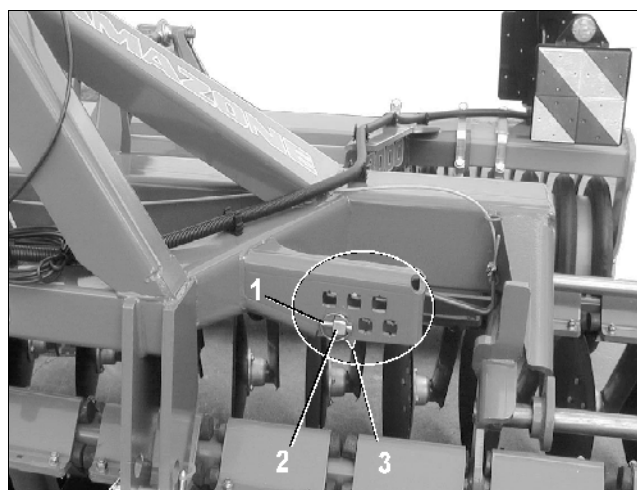
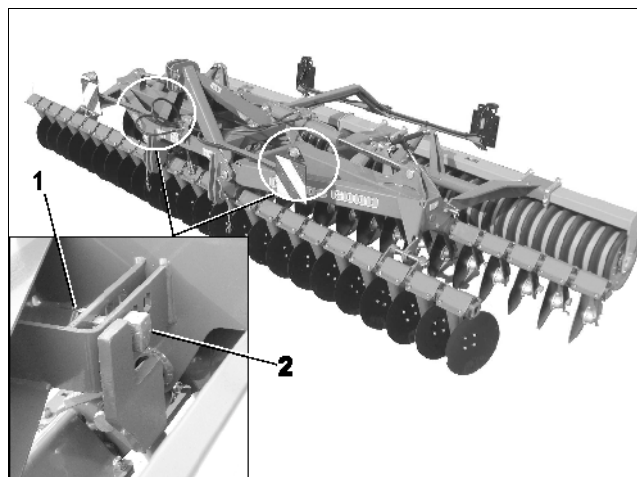

Fig. 17
Fig. 18
Catros 3001, 4001: Fig. 17
Catros 4001-2 til 6001-2: Fig. 18
- Ringsplitten løsnes (Fig. 17/3 og Fig. 18/1).
- Eksenterbolten (Fig. 17/2 og Fig. 18/2) placeres i den ønskede position.
Den bedste indstillingsposition er markeret med en pil (Fig. 17/3)